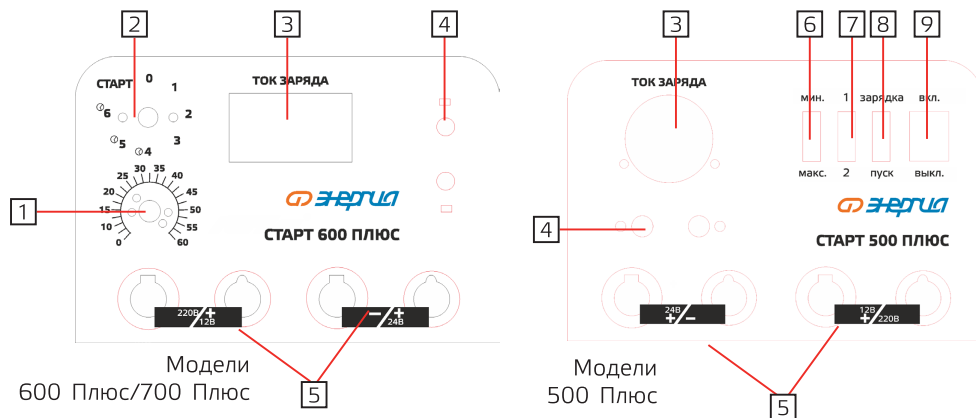

Рис. 1
1. Подключите красный плюсовой (+) провод к соответствующей клемме на ПЗУ в зависимости от номинального напряжения заряжаемого АКБ (см П. 5 рис. 1).
- Переведите переключатель 8 (рис. 1) в положение «Зарядка»;
- Переведите переключатель 7 (рис. 1) в положение «2»;
- Переведите переключатель 6 (рис. 1) в положение «МИН».
- Поверните переключатель 2 (рис. 1) в положение «1».
Модель СТАРТ 500 ПЛЮС - Подключите ПЗУ к сети ~220 В, включите ПЗУ переключателем 9 (рис. 1).
Модель СТАРТ 500 ПЛЮС - Воспользуйтесь переключателями 6 и 7 (рис.1).
6. В случае установки 4, 5 или 6 режима заряда установите требуемое время заряда АКБ с помощью рукоятки таймера поз. 1 (рис.1), по завершении отсчета таймера заряд прекратится автоматически. **Только модели СТАРТ 600 ПЛЮС и СТАРТ 700 ПЛЮС.**
1. Подключите красный плюсовой (+) провод к соответствующей клемме на ПЗУ в зависимости от номинального напряжения заряжаемой АКБ (см П. 5 рис. 1).
Модель СТАРТ 500 ПЛЮС - Переведите переключатель 9 (рис.1) в положение «ВЫКЛ».
Модели СТАРТ 600 ПЛЮС и СТАРТ 700 ПЛЮС - Переведите переключатель 2 (рис.1) в положение «0».
5. Переведите переключатель 8 (рис. 1) в положение «ПУСК».